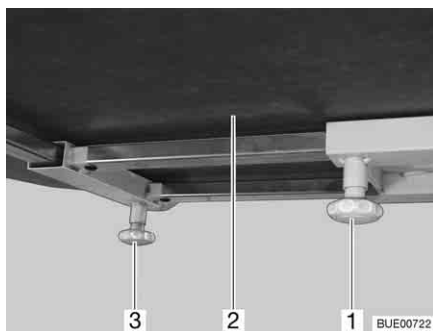

Fig. 100 Table fixe
- Desserrer la vis moletée (Fig. 100,1).
- Pousser le plateau (Fig. 100,2) dans la position désirée.
- Desserrer la vis moletée (Fig. 100,3).